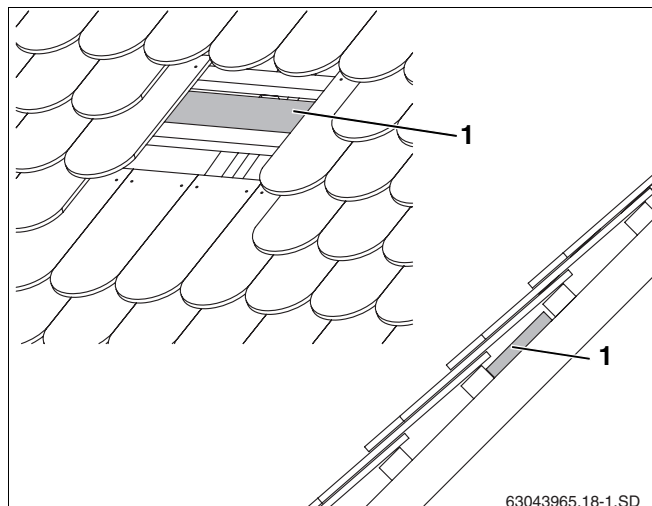

Fig. 16 Montaggio di assi/tavole, ove necessario
A seconda della posizione dei ganci da tetto (tab. 5 e tab. 6, pag. 14) potrà essere necessario disporre sui travetti (ad esclusione dei controlistelli) delle assi/tavole (fig. 16, **pos. 1**) sufficientemente portanti per poter montare il gancio da tetto fra i travetti.